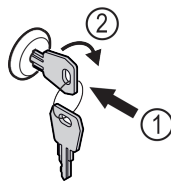

Fig. 180
- ▶ Zatlačte kľúč. Fig. 180 (1)
- ▶ Otočte kľúč o 90° v smere hodinových ručičiek. Fig. 180 (2)